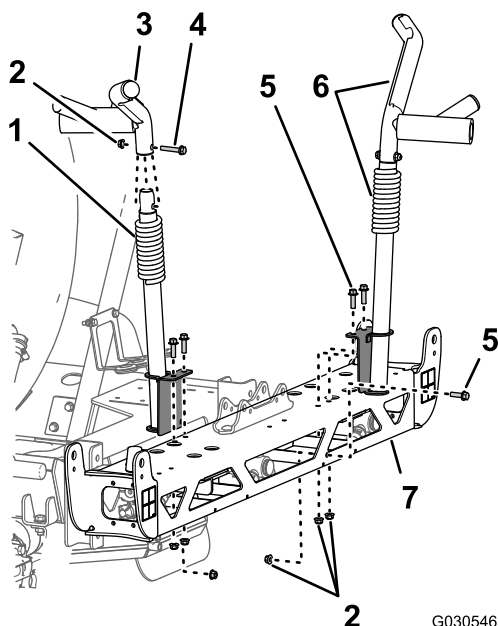

図 77
1. 左側ブームクレードルで、左上クレードルアセンブリを下部クレードルアセンブリに固定しているフランジヘッドボルト3/8 x 2"とフランジロックナット3/8"を取り外す 図 77。
2. 左下部ブームクレードルをセンターブームのフレームに固定しているフランジヘッドボルト3/8 x 1"3本とフランジロックナット3/8"3個を外してクレードルを取り外す 図 77。
3. 右クレードルで、右側ブームクレードルアセンブリをセンターブームのフレームに固定しているフランジヘッドボルト3/8 x 1-1/4"水平ボルト1本と垂直ボルト2本とフランジロックナット3/8"3個を外す 図 77。